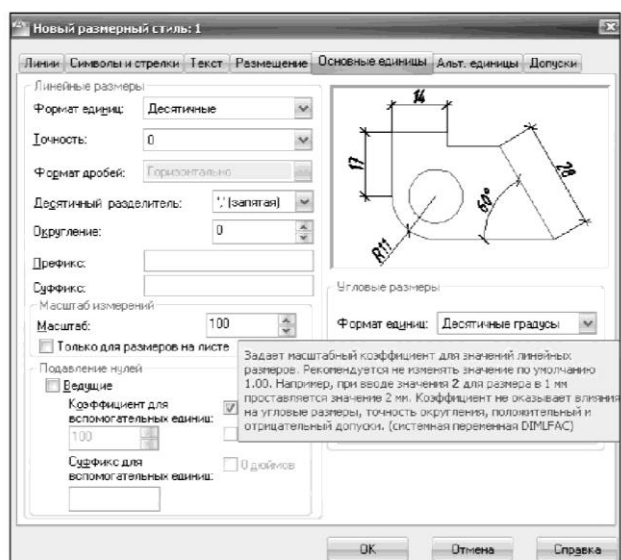

Рисунок 29- Диалоговое окно «Новый размерный стиль», вкладка «Основные единицы»
- Вкладка «Основные единицы» в поле «Линейные размеры» устанавливается точность единиц измерения размеров (0), в поле «Масштаб измерений» устанавливается коэффициент масштаба. Например, если: М 1:1 - 1; М 2:1 - 0.5; М 1:100 - 100 (рис. 29).